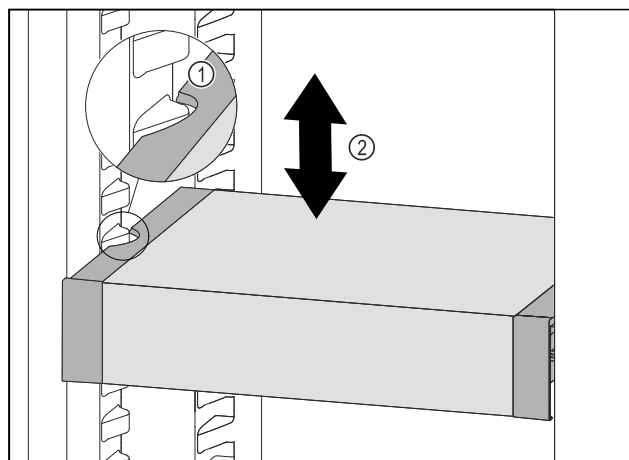

Fig. 99
- Táhněte VarioSafe dopředu, dokud nebudou boční vybrání VarioSafe na úrovni žebrování na nádoby v chladniče. Fig. 99 (1)
- Posouvejte VarioSafe v chladniče nahoru nebo dolů, dokud nedosáhnete požadované výšky. Fig. 99 (2)